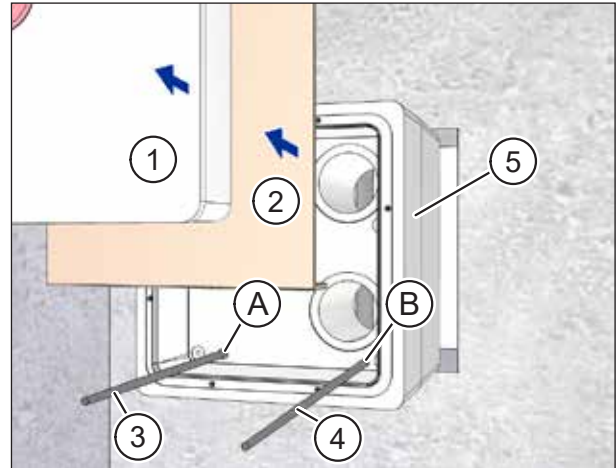

Abb. 13: Mauerkasten einsetzen
- ▶ Entfernen Sie den Putzschutzdeckel (Pos. 1 in Abb. 13) vom Mauerkasten (Pos. 5 in Abb. 13).
- ▶ Entfernen Sie die Kartoneinlage (Pos. 2 in Abb. 13) vom Mauerkasten (Pos. 5 in Abb. 13).
- ▶ Fädeln Sie das Netzkabel (Pos. 3 in Abb. 13) durch den Kabeleinlass A (Pos. A in Abb. 13) im Mauerkasten.
- ▶ Durchstoßen Sie ggf. mit einem Schraubendreher den verschlossenen Kabeleinlass B (Pos. B in Abb. 13).
- ▶ Fädeln Sie ggf. das Steuerkabel (Pos. 4 in Abb. 13) durch den Kabeleinlass B (Pos. B in Abb. 13) im Mauerkasten.
- ▶ Schieben Sie den Mauerkasten (Pos. 5 in Abb. 13) vollständig in den Mauerdurchbruch.